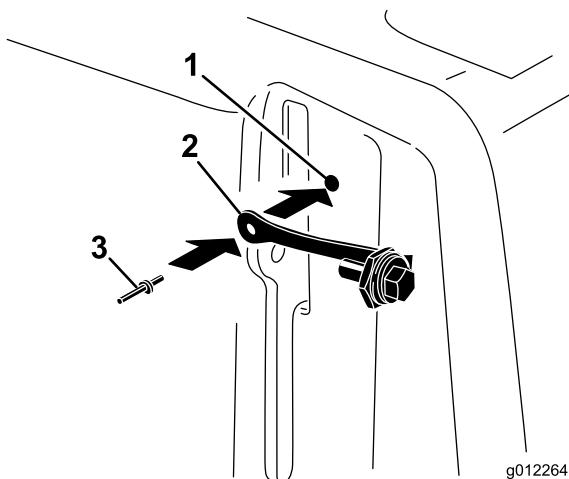

Bild 10
1. Ermitteln Sie das Loch in der Riemenabdeckung neben der Hebelklinke (Bild 9 und Bild 10).
2. Befestigen Sie den Splint mit einer Blindniete im Loch in der Riemenabdeckung (Bild 10).